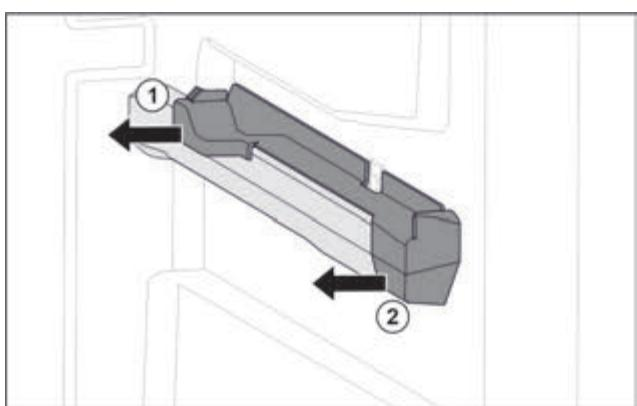

Fig. 45 Вставна частина на правому ребрі для резервуару
- Відсунути вставну частину назад вбік. Fig. 45 (1)
- Відсунути вставну частину вперед вбік. Fig. 45 (2)